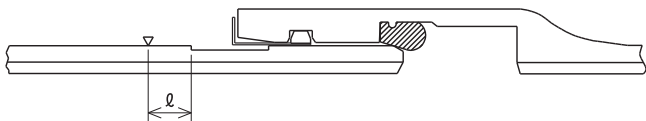

図12 挿し口(または受口)の挿入
- (1) 管頂部の挿し口溝端より ℓ の位置 (図12および表8参照) にチョークなどでケガキ線を入れる。